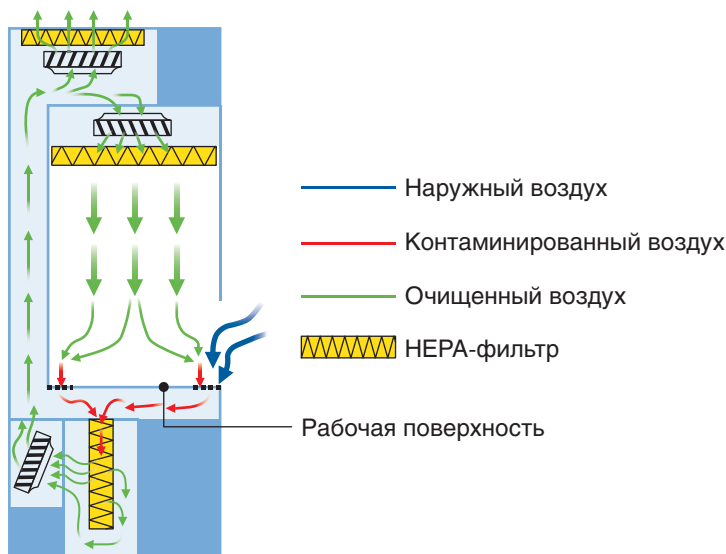

Рис. 1.3. Схема воздушных потоков в ламинарном шкафу II класса защиты
Ламинарные шкафы II класса защиты оснащены более сложной системой циркуляции воздуха и несколькими блоками High Efficiency Particulate Air или High Efficiency Particulate Arrestance — HEPA-фильтров (рис. 1.3), что позволяет не только защищать оператора, но и поддерживать асептические условия в рабочей зоне.
**Правила работы в ламинарном шкафу.** Выключите УФ-лампу (если нет автоматического таймера), запустите поток воздуха, только после этого можно полностью открывать ламинарный шкаф (чтобы избежать попадания внутрь наружного воздуха) (см. схему потоков на рис. 1.3).